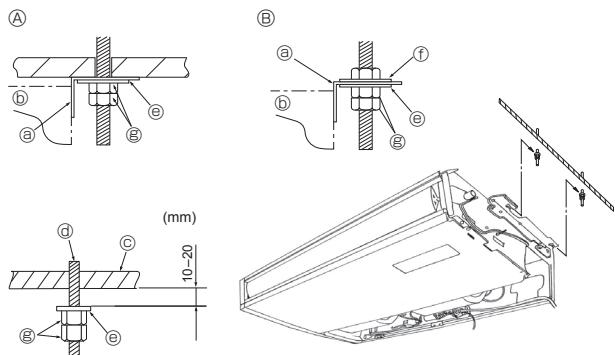

Fig. 3-5
④ Grille d'aspiration Ⓟ Faire glisser le panneau latéral vers l'avant.
⑤ Bouton d'arrêt de la grille d'aspiration Ⓠ Panneau latéral
⑥ Charnière Ⓡ Enlever la protection en vinyle des volets.
⑧ Tout en poussant sur la charnière, retirer la grille d'arrivée d'air ni l'ouvrir dans un angle supérieur à 120° sinon vous risqueriez d'endommager les charnières.
3.3. Installation de l'appareil intérieur (Fig. 3-5)